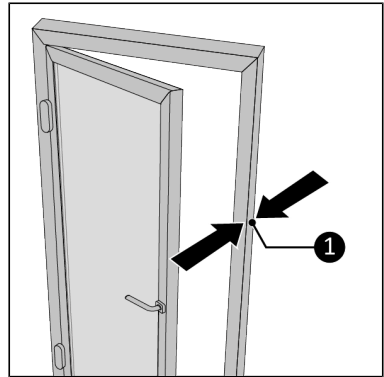

Figure 162.
2. Mesurez la largeur de la partie fixer du cadre de la fenêtre (Figure 162, pos. 1).